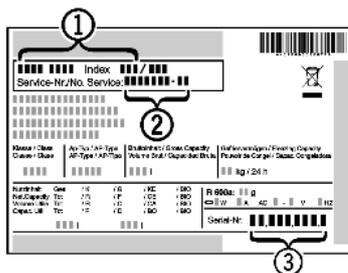

Fig. 79
- ▶ Očitajte naziv uređaja *Fig. 79 (1)*, servisni broj *Fig. 79 (2)* i serijski broj *Fig. 79 (3)* s tipske pločice. Tipska pločica nalazi se na lijevoj unutarnjoj strani uređaja.